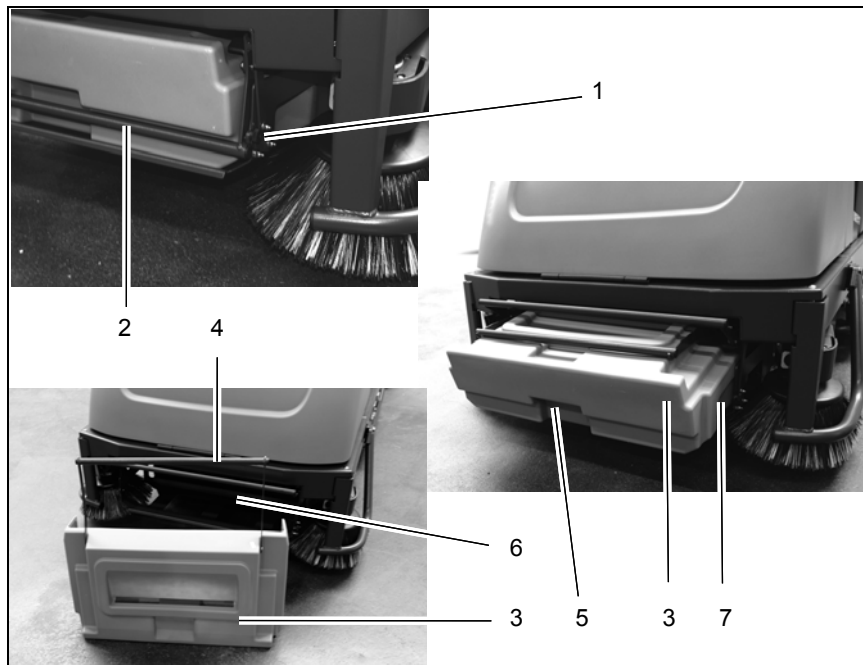

Abb. 37
1. Verriegelung (Abb. 37/1) des Bügels (Abb. 37/2) hochdrücken und Bügel nach oben schwenken.
2. Kehrgutbehälter (Abb. 37/3) mit einer Hand an der Griffmulde anfassen und nach vorne aus der Kehrgutbehälter-Aufnahme ziehen. Während des Herausziehens mit der anderen Hand den Griff des Kehrgutbehälters fassen und Kehrgutbehälter mit beiden Händen ganz heraus ziehen.
3. Griff des Kehrgutbehälters (Abb. 37/4) nach oben schwenken und Kehrgutbehälter zur Entsorgungsstelle tragen.
Inhalt des Kehrgutbehälters (Abb. 37/3) regelmäßig in einen Abfallbehälter entleeren.
1. Griff des Kehrgutbehälters (Abb. 37/3) einklappen.
2. Kehrgutbehälter mit beiden Händen an den seitlichen Griffen (Abb. 37/7) anfassen.
4. Bügel (Abb. 37/2) herunter schwenken und mit der Verriegelung sichern.
Ist der Kehrgutbehälter (Abb. 37/3) nicht richtig eingearastet, leuchtet die Anzeige Kehrgutbehälter und Frontklappe des Kehrsaugvorsatzes (Abb. 19/3). Der Kehrsaugvorsatz ist ohne Funktion.
Die Filteranlage der Staubabsaugung (Verwendungskategorie "U") befindet sich im Filterkasten oberhalb des Kehrgutbehälters (Abb. 37/3). Der Filterkasten ist beweglich mit dem Kehrgutbehälter (Abb. 37/3) verbunden, um das Filterelement (Plattenfilter) durch Einschalten des Rüttelmotors abrütteln zu können.